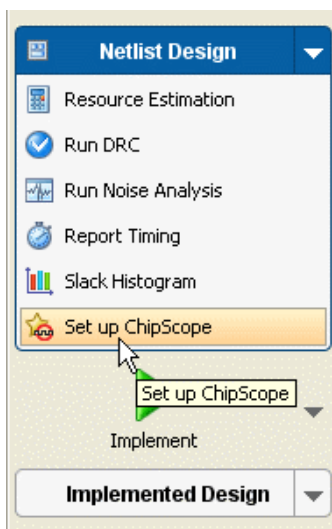

図 12-5 : Set up ChipScope ウィザードの起動
2. Flow Navigator で [Set up ChipScope] をクリックするか [Tools] → [Set up ChipScope] をクリックし、Set up ChipScope ウィザードを開きます。図 12-5 は、このウィザードを起動する場所を示しています。